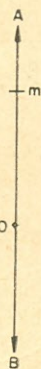

Figura 18
Vejamos a figura 18, onde temos os vetores OA e OB que desejamos subtrair um do outro. São dois vetores de sentidos opostos, ou, melhor, estão defasados em  $180^\circ$ . Procedemos como segue: Desde a origem O tomamos o comprimento do maior (OB) e transportamos para cima de OA, resultando o ponto m. O